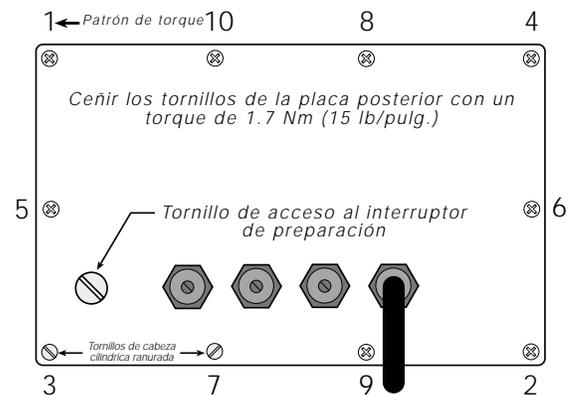

Figura 2-4. Placa posterior de la caja del IQ plus 350
- Dos tornillos de cabeza cilíndrica ranurada de 8-32NC [nacional gruesa] x 7/16 (Pieza N° 30623). Estos tornillos ocupan los orificios que están debajo y en cada lado del tornillo de instalación en la placa posterior del indicador (ver la Figura 2-4 en la página 7).
Una vez completado el cableado, ubicar la placa posterior sobre el gabinete y volver a instalar los tornillos de la placa posterior. Utilizar el patrón de torque mostrado en la Figura 2-4 para evitar que el empaque de la placa posterior se deforme. Apretar los tornillos con un torque de 1.7 Nm (15 lb/pulg.).